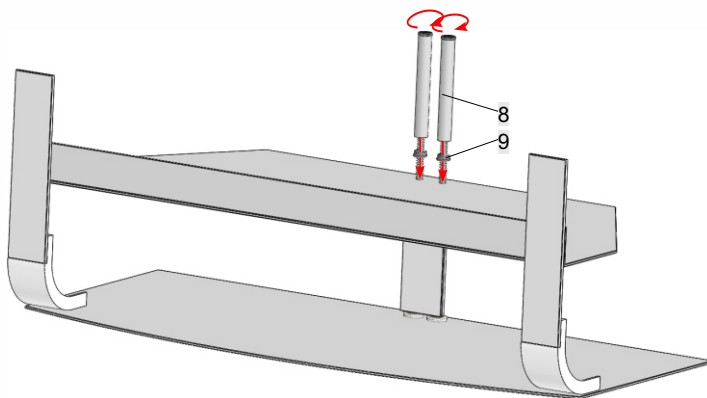

Рис. 7
7. На шпильки установить узлы разрыва (**9**) и прикрутить трубы (**8**) (См. рис. 7)